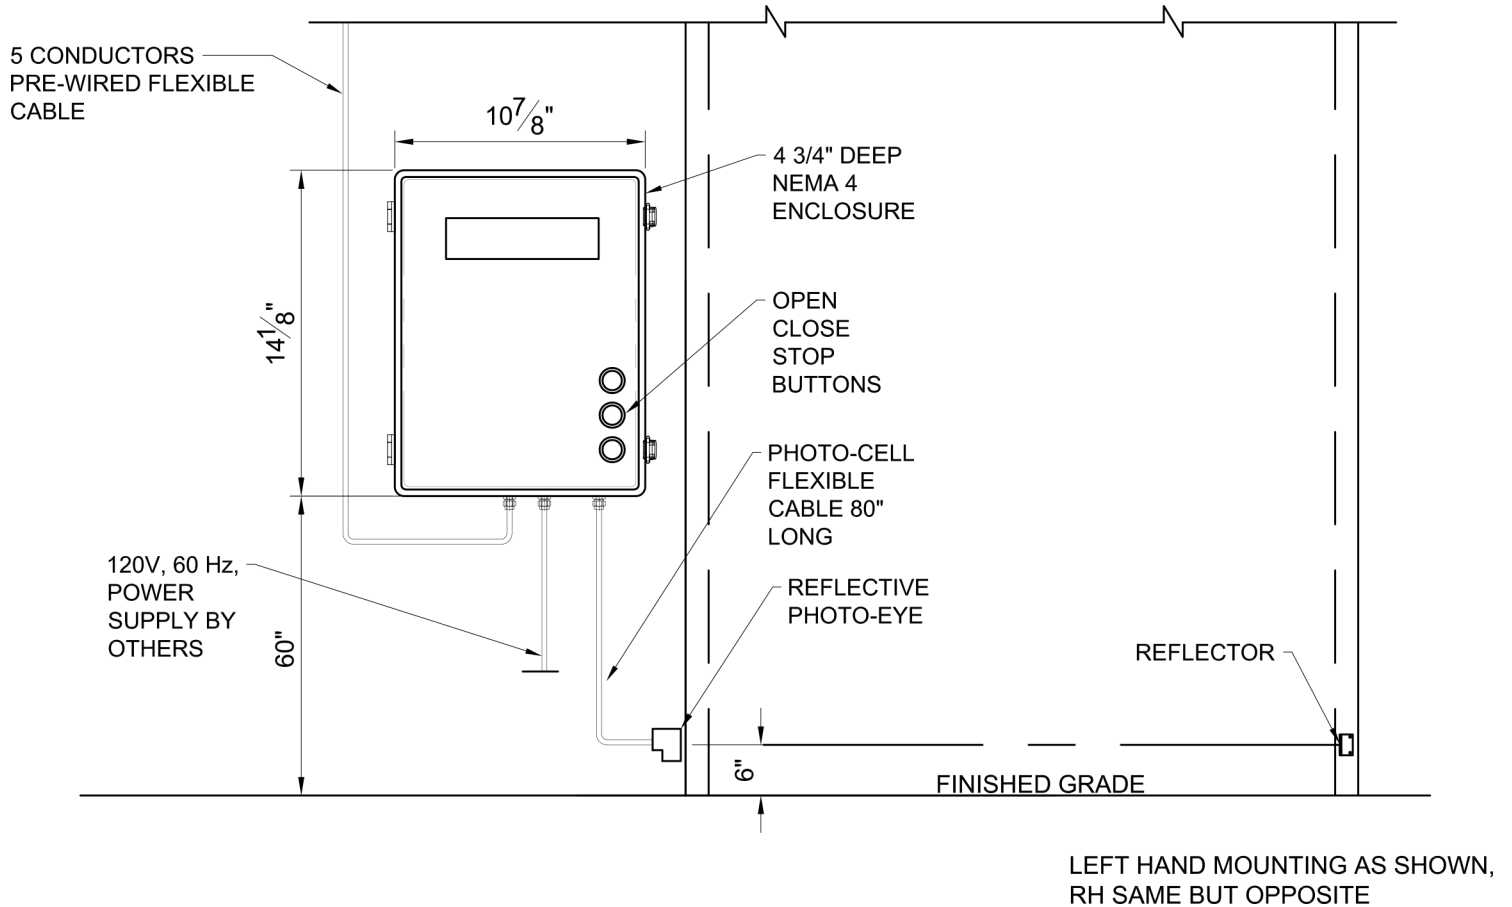

FIGURE : 8
Le panneau de commande doit être solidement fixé à la hauteur des yeux ou à peu près (minimum 5 pieds du sol) du même côté que l'opérateur/le boîtier de jonction. Veillez à ce que le panneau de commande soit monté suffisamment loin de la porte pour éviter tout contact de l'utilisateur avec la porte lorsqu'elle est en fonctionnement, mais suffisamment près pour que l'utilisateur ait une vue dégagée de la porte à tout moment. Quatre (4) supports de montage de la commande sont fournis pour faciliter le montage. Voir Fig : 8